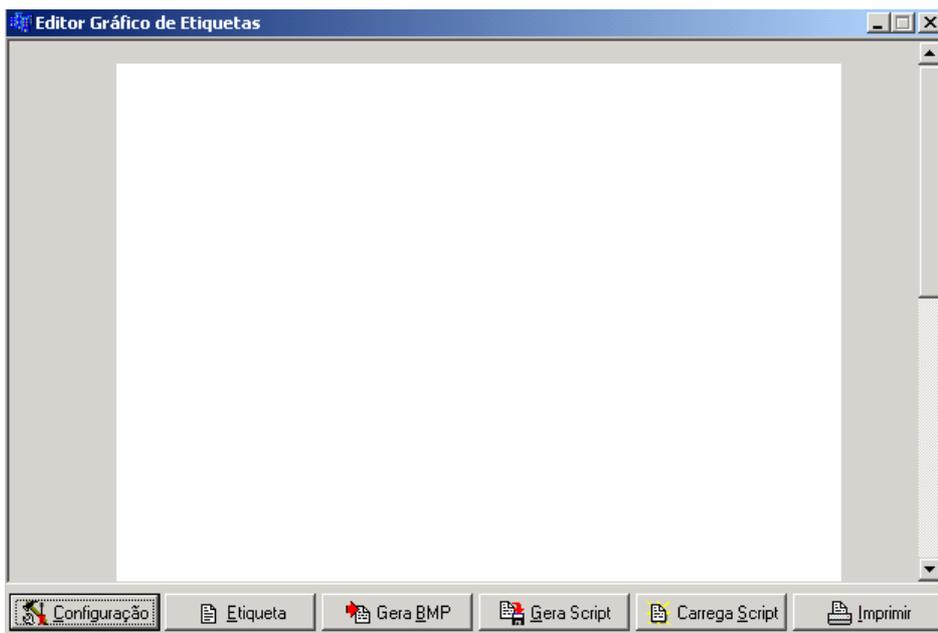

Figura 8
Selecionar no item (porta de comunicação), conforme item 5 da figura 8, a COM alocada pelo driver.